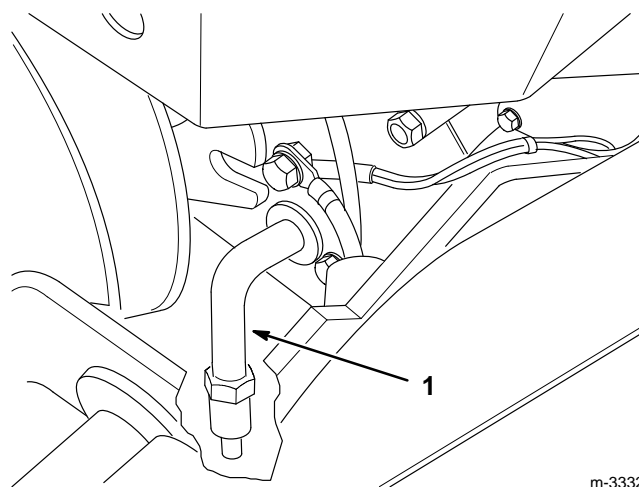

Abbildung 28
4. Eine Schale unter den Ölablaß stellen. Den Ölablaß öffnen, indem er um 1/8 Umdrehung im Gegenuhrzeigersinn gedreht und gleichzeitig herausgezogen wird (Abb. 28).